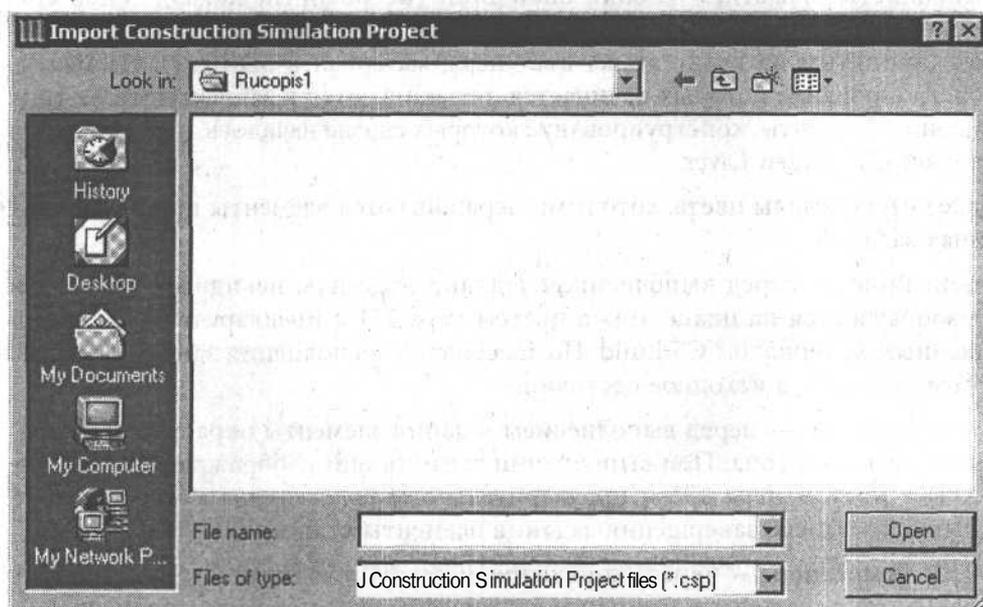

Рис. 2-61. Диалоговое окно импортирования из базы данных Microsoft
- **Open Project** (Открыть проект) — позволяет импортировать из базы данных Microsoft (только для Windows) (см. рис. 2-61);